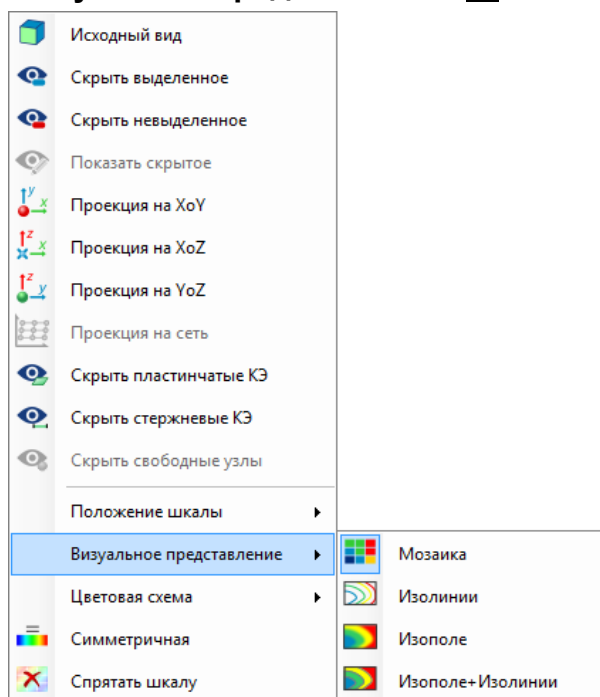

Рис. 3.48 Контекстное меню
- Нажмите правую кнопку мыши на панели визуализации расчетной схемы и выполните команду «**Визуальное представление** \Rightarrow **Изополе**» (Рис. 3.48).